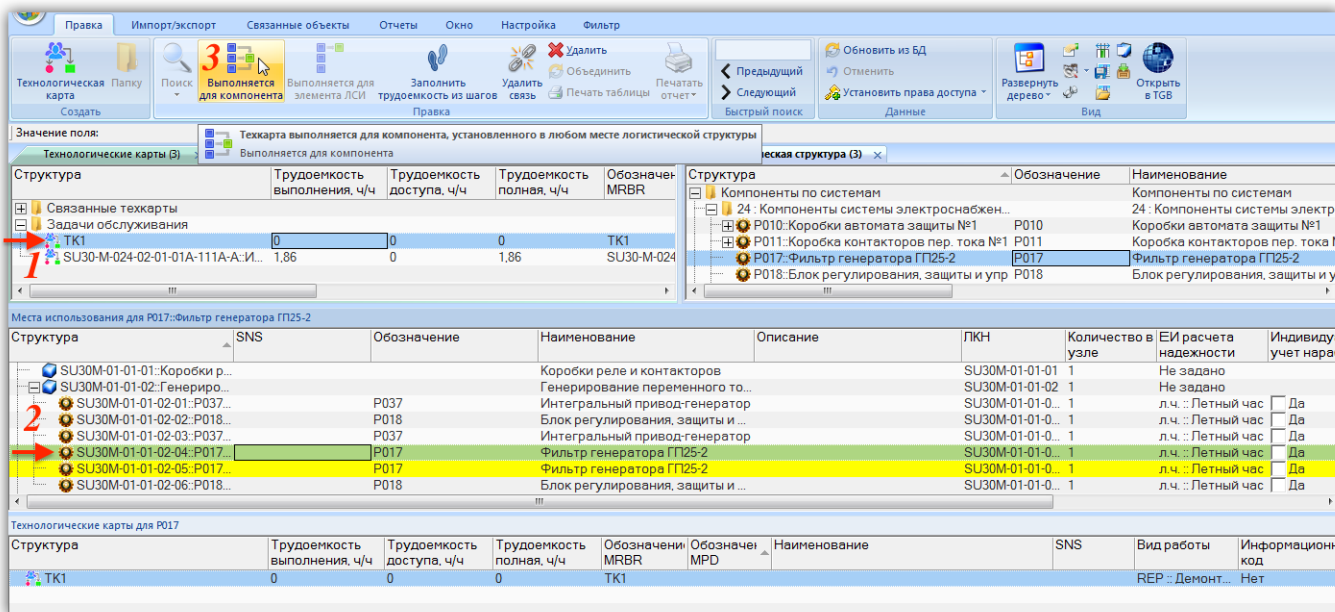

Рис. 12-51 – Установление связи ТК со всеми месторасположениями компонента в ЛСИ
2) Нажать кнопку «Технологические карты» панели «Связанные объекты» и выбрать пункт «Только связанные» (2).
3) В результате откроется связанное окно «Технологические карты» для компонента (3). В нем будут перечислены все ТК, которые связаны с данным месторасположениями компонента в ЛСИ. В данном примере это ТК «TK1» и «24-02-03-01» (имя ТК задается в поле «Обозначение MRBR»).
- Кнопку «Выполняется для компонента» (3), чтобы установить связь ТК со всеми месторасположениями компонента (3 на рис. 12-51). После установления связи со всеми месторасположениями компонента эта кнопка становится недоступной.